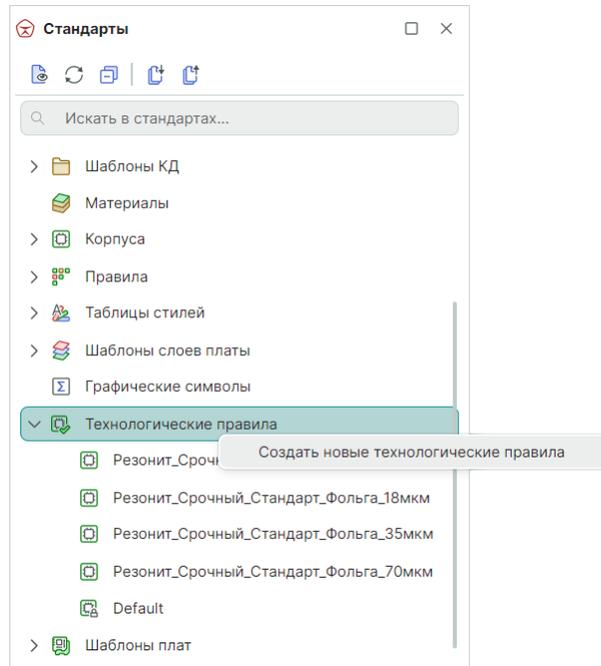

Рис. 550 Создание новых технологических правил
1. В панели «Стандарты» для узла «Технологические правила» вызовите контекстное меню и выберите пункт «Создать новые технологические правила», см. Рис. 550.